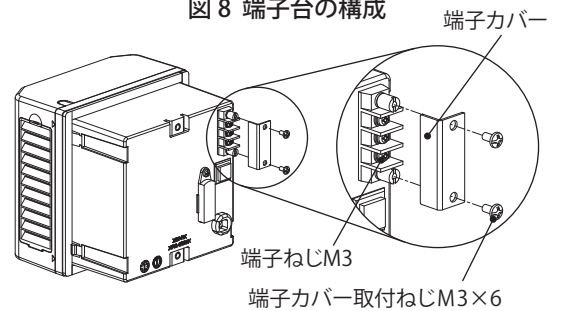

図 9 端子カバー取付
2. 付属の端子カバー取付ねじ M3×6 にて、端子カバーを取り付けてください。(図 9)